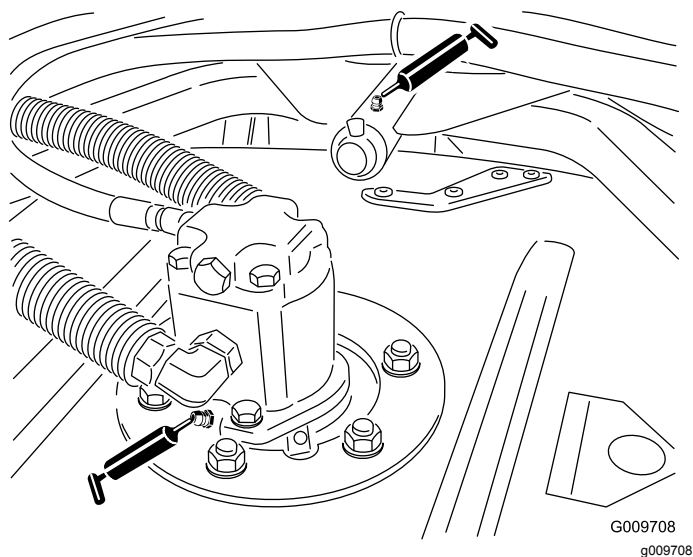

Figura 47
- Cojinetes de los ejes de las unidades de corte (1 por unidad de corte) (Figura 47)
- Casquillos de los brazos de las unidades de corte (1 por unidad de corte) (Figura 47)